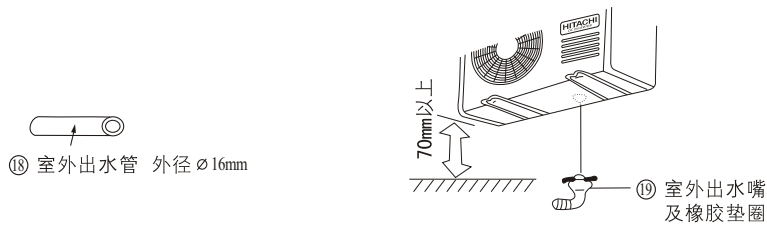

图 33
- 2 请将机体在安装后,按图33所示将附件⑱室外出水嘴安装在出水孔中,再套上附件⑲室外出水管,使之朝向最合适的位置。